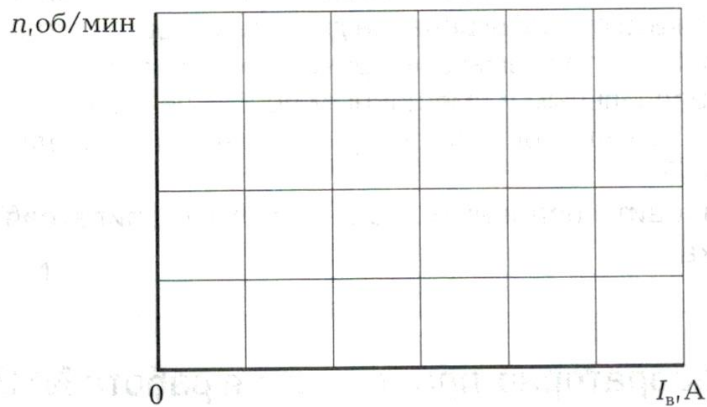

Рис. 9.3 Зависимость частоты вращения двигателя от тока возбуждения
2. На основании данных табл. 9.3 построить на рис. 9.3 характеристику $n = f(I_в)$.